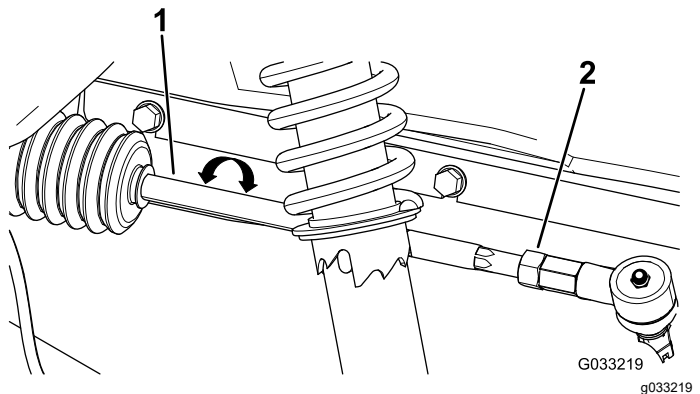

Bild 50
2. Wenn der Wert nicht zwischen 0-6 mm liegt, lösen Sie die Klemmmuttern am äußeren Ende der Spurstangen (Bild 50).